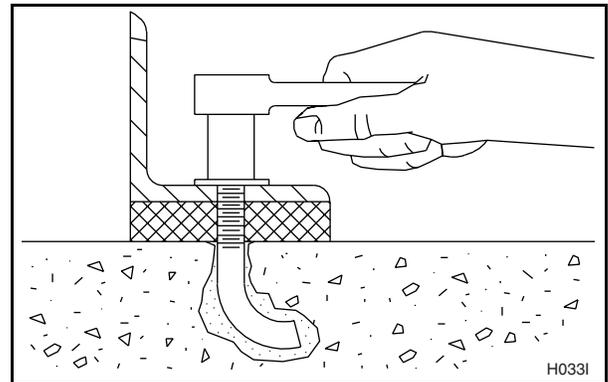

Figura 35
hasta que estén apretadas uniformemente y la máquina esté firmemente asegurada al piso. Vea la Figura 35.
15. Después de que la lechada se ha secado completamente, apriete las tuercas de seguridad en forma pareja (una tras otra) hasta que estén apretadas uniformemente y la máquina esté firmemente asegurada a la plataforma de cemento de concreto. Vea la Figura 35.